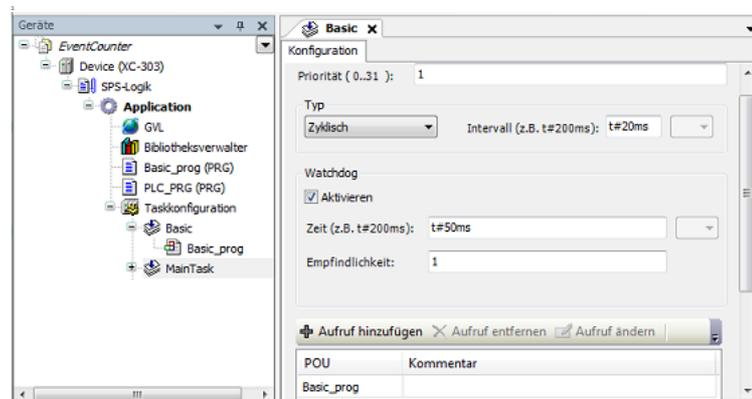

Abbildung 49: Parametrieren der zyklischen Task mit Programmaufruf
- ▶ Parametrieren Sie die Task im Dialogfenster wie in Abbildung 49.